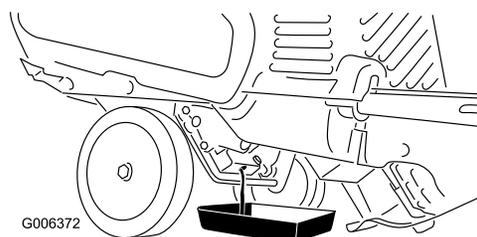

Bild 28
3. Stellen Sie eine Ölauffangwanne unter die Ölablassschraube, nehmen Sie die Ölablassschraube und kippen Sie die Schneefräse nach hinten; lassen Sie das Altöl in die Ölauffangwanne laufen (Bild 28).